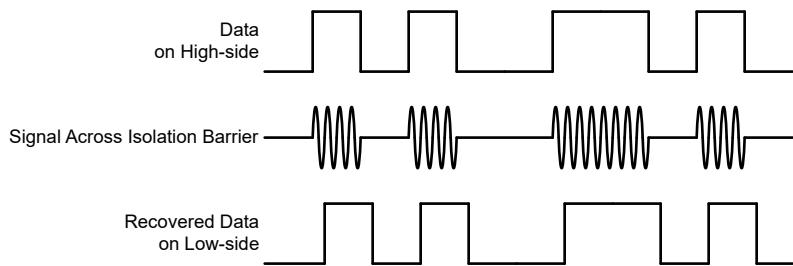

図 6-4. OOK ベースの変調方式
AMC23C12 は、 SiO_2 ベースの絶縁バリア越しにコンパレータの出力状態を送信するため、図 6-4 に示すオン / オフ キーリング (OOK) 変調方式を採用しています。「機能ブロック図」に示す送信ドライバ (TX) は、デジタル 1 を表すために内部で生成された高周波キャリアを絶縁バリア越しに送信します。デジタル 0 を表す信号は送りません。